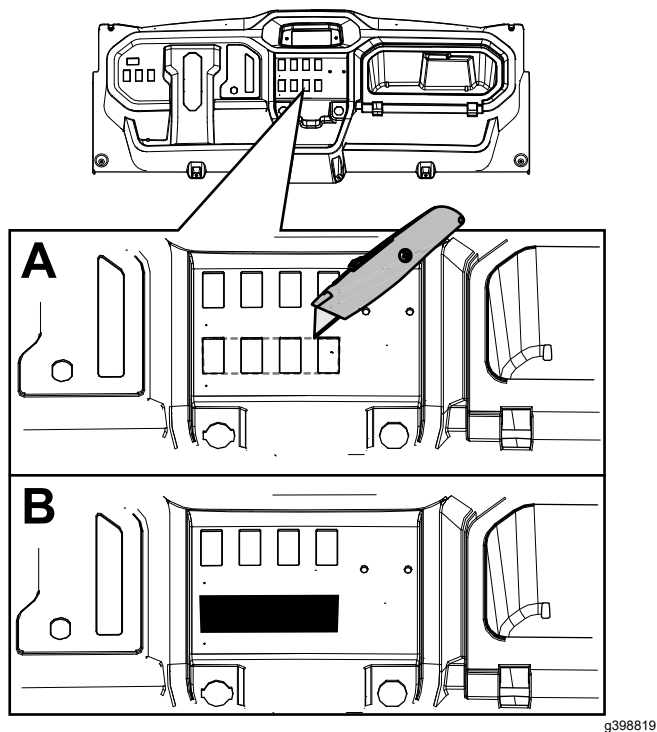

Рисунок 3
1. На приборной панели снимите 4 заглушки переключателя и вырежьте прорези для переключателя. (Рисунок 3).